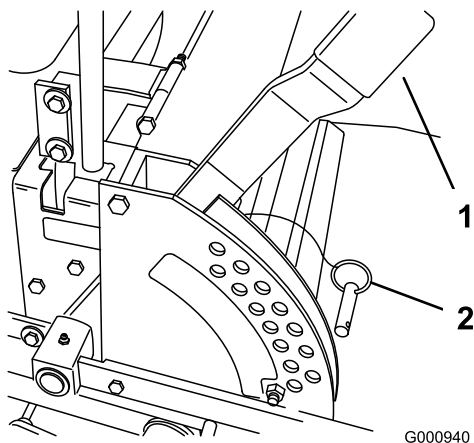

Bild 18
1. Heben Sie den Schnitthöhenhebel in die Transportstellung (entspricht der Schnitthöheneinstellung von 127 mm) (Bild 18).
2. Entfernen Sie den Lastösenbolzen zum Einstellen der Schnitthöhe aus der Schnitthöhenhalterung (Bild 18).
3. Wählen Sie das Schnitthöhenloch in der Schnitthöhenhalterung, das der gewünschten Schnitthöhe entspricht, und stecken Sie den Lastösenbolzen wieder ein (Bild 18).